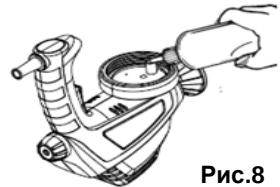

Рис.8
5. Для защиты от коррозии переверните краскопульт, добавьте несколько капель масла низкой вязкости в оба отверстия на основании емкости (Рис.8). Кратковременно включите краскопульт для смазки поршня и плунжера.